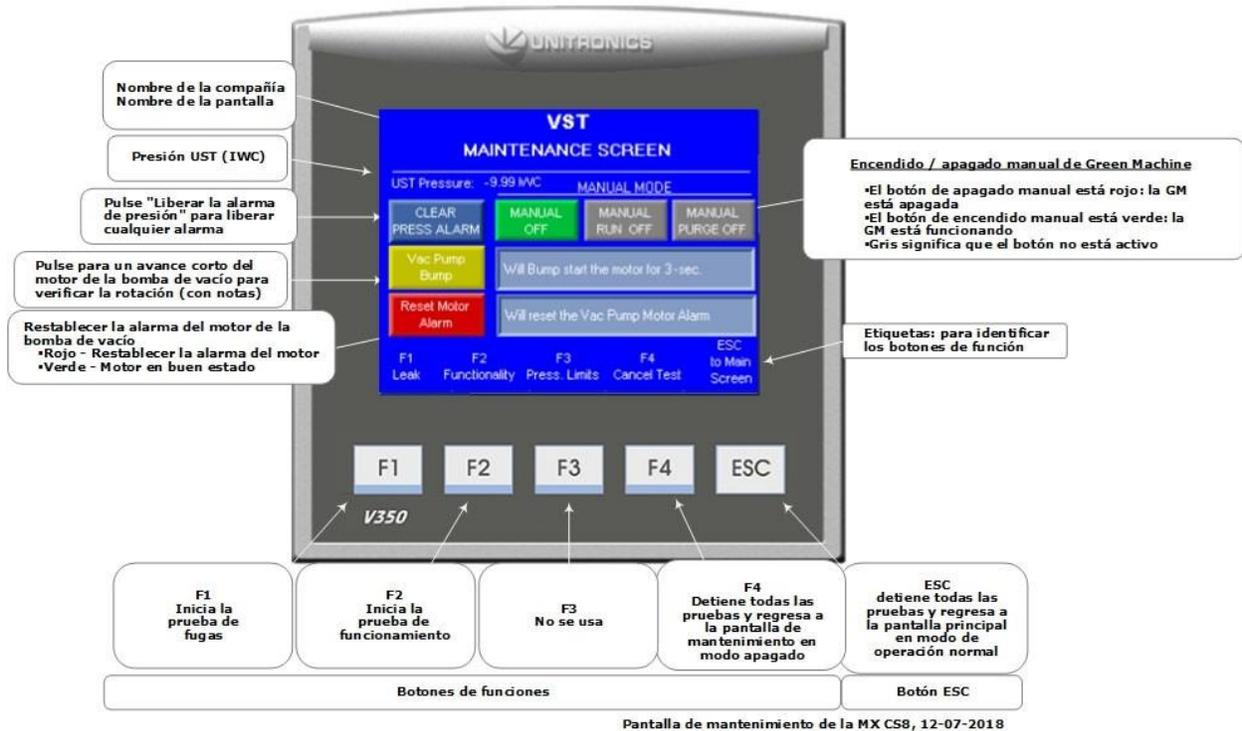

Figura 4-3: Pantalla de mantenimiento
- Cuando se muestra la pantalla de mantenimiento, la GREEN MACHINE siempre estará en modo "OFF" (apagado) (a menos que el botón "Manual ON" (encendido manual) esté presionado). **Vea la Figura 4-3.**